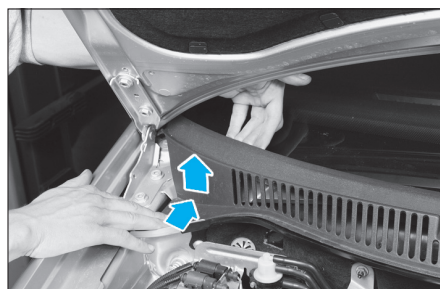

Fig. 20
- Avec précaution, dégrafer la grille d'auvent comme illustré (Fig.20).